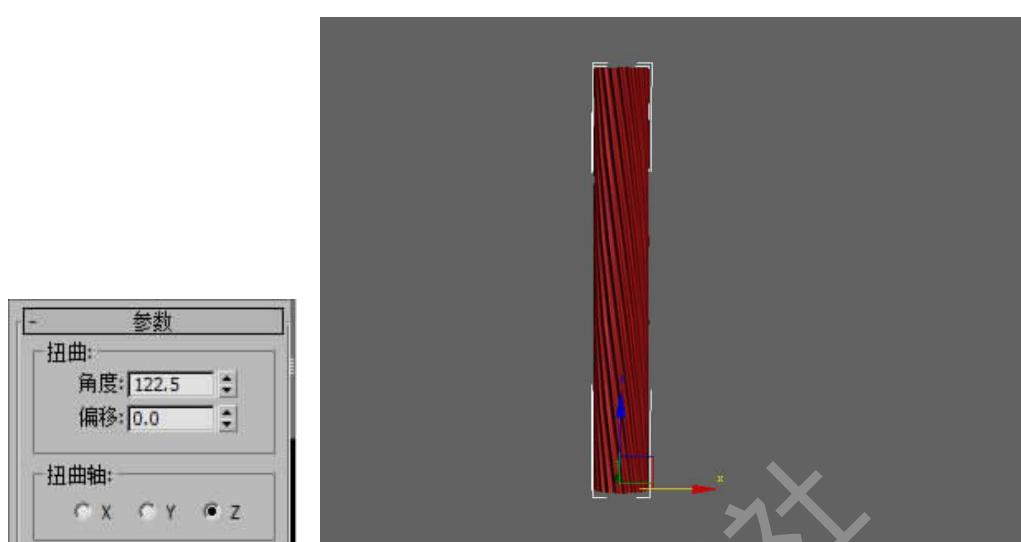

图 2-63 添加扭曲
Step 7. 进入 修改面板,在修改列表中选择扭曲修改器,如图 2-63 所示。